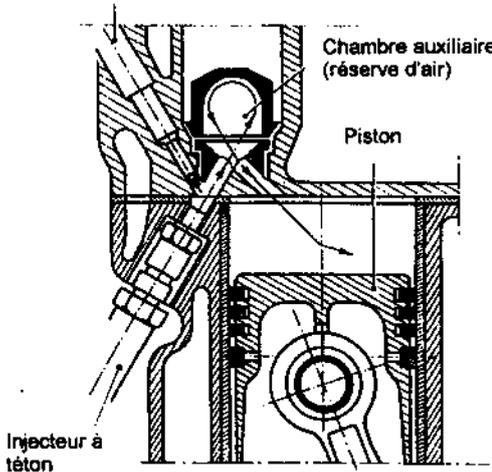

Fig.46
*c) procédé à chambre auxiliaire (fig.46)*